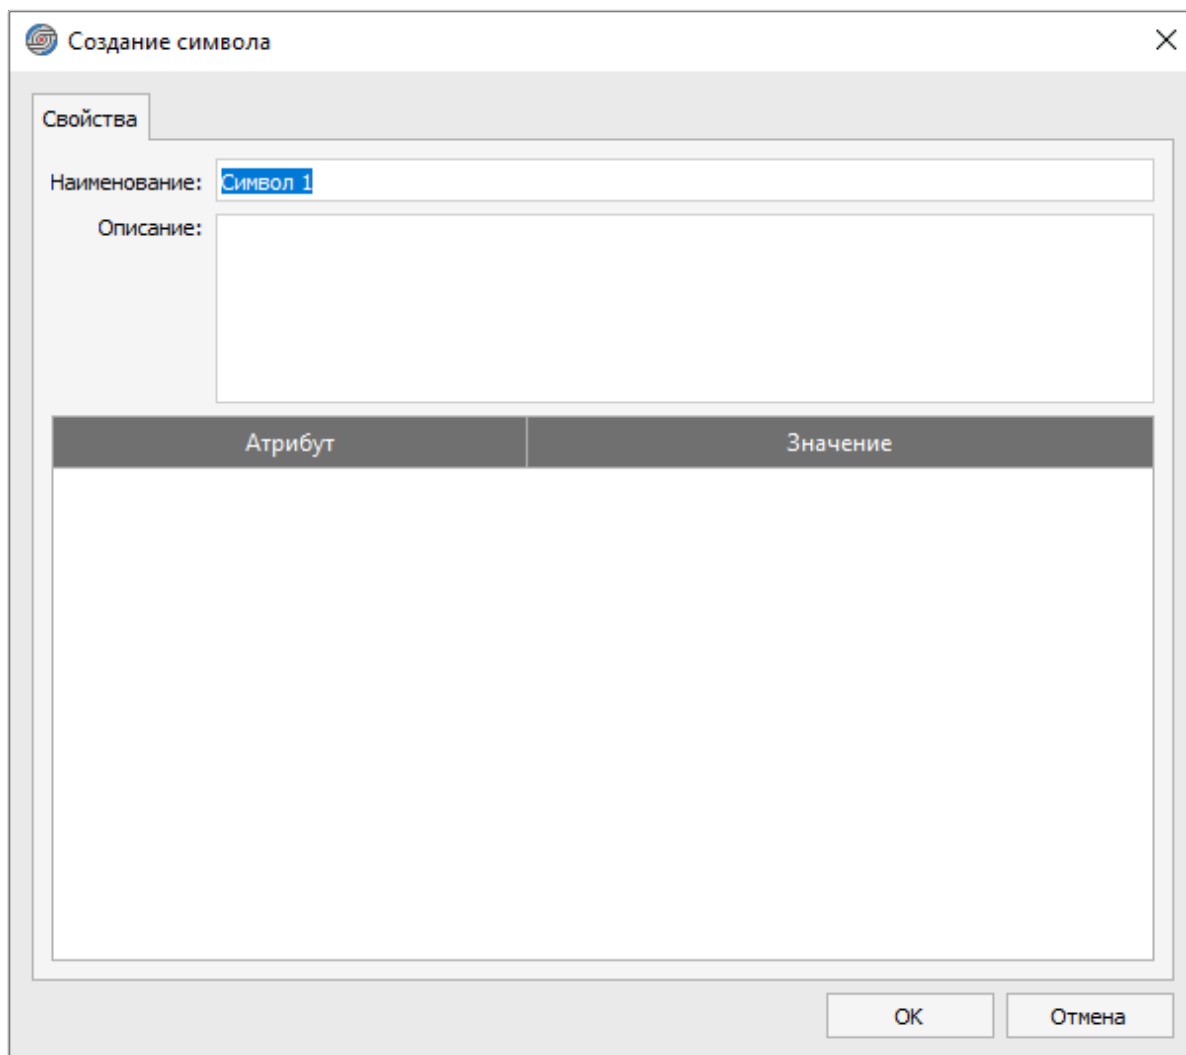

Рисунок 124. Диалоговое окно «Создание нового символа»
- 2) В открывшемся диалоговом окне «Создание нового символа» задать необходимые параметры символа (см. рисунок 124):